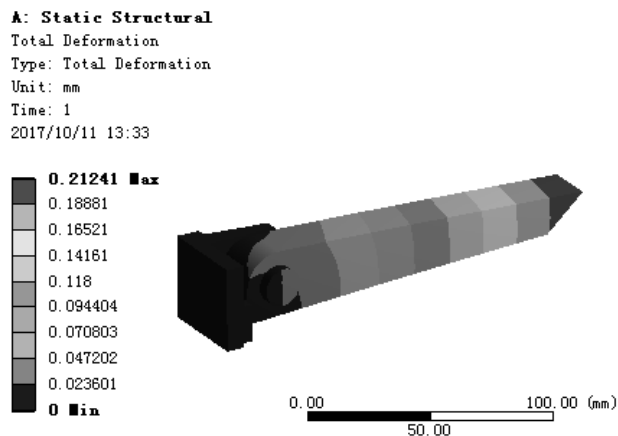

图 7.6.74 位移变形结果图解
(3) 查看位移变形结果图解。在“Outline”窗口中选中  **Total Deformation**，查看图 7.6.74 所示的位移变形结果，其最大位移为 0.21241 mm。